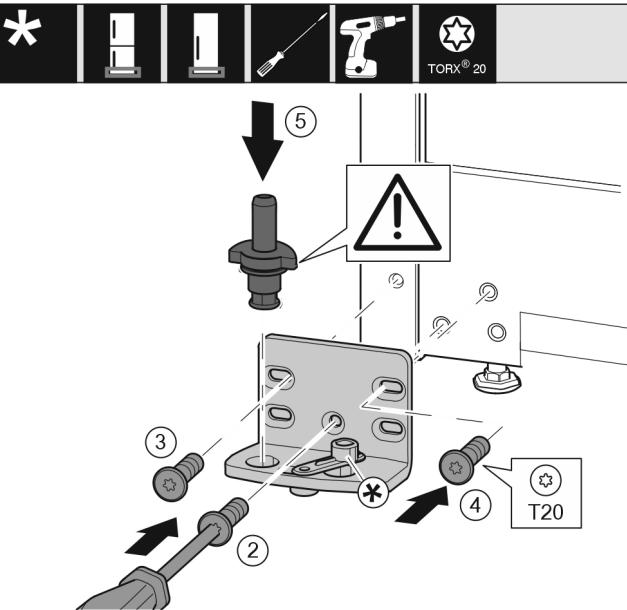

Fig. 14
- Monter lagerbukken på den andre siden, og skru den på med en skrutrekker T20. Begynn med skrue 2 nederst i midten. Fig. 14 (2)
- Skru fast skrue 3 og 4. Fig. 14 (3,4)
- Sett lagerbolten fullstendig på. Pass samtidig på at låsebolten peker bakover. Fig. 14 (5)